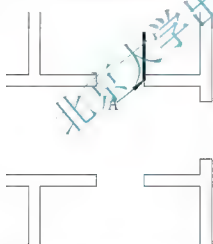

图 2.76 指定圆弧的圆心
(11) 在**指定圆弧的圆心**: 提示下, 捕捉 A 点(门扇的起点)作为圆弧的圆心, 如图 2.76 所示。